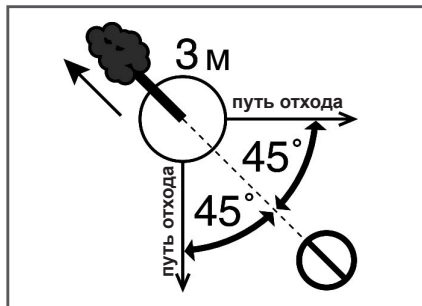

Рис. 13 Определение путей отхода
силу и направление ветра, естественный наклон дерева, равномерность распределения веток в кроне дерева. Начните пилить с той стороны дерева, куда оно должно упасть (Рис. 13).
3. Обязательно определите путь отхода. Путь отхода (Рис. 13) должен быть направлен по диагонали в сторону, противоположную направлению падения, под углом 45 градусов, и вы должны отойти минимум на 3 метра от ствола, на тот случай, если во время падения комель дерева отскочит в сторону.